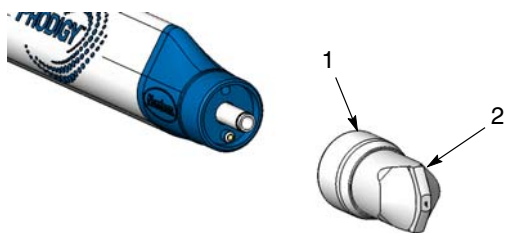

Figura 21 Remoção do bico
1. Consulte a figura 21. Retire a porca de fixação (1) e o bico (2).
4. Consulte a figura 21. Remova o bico da pistola de pintura para evitar danificá-lo enquanto está a trabalhar.
9. Consulte a figura 21. Monte o bico (2) e aperte porca de fixação (1).